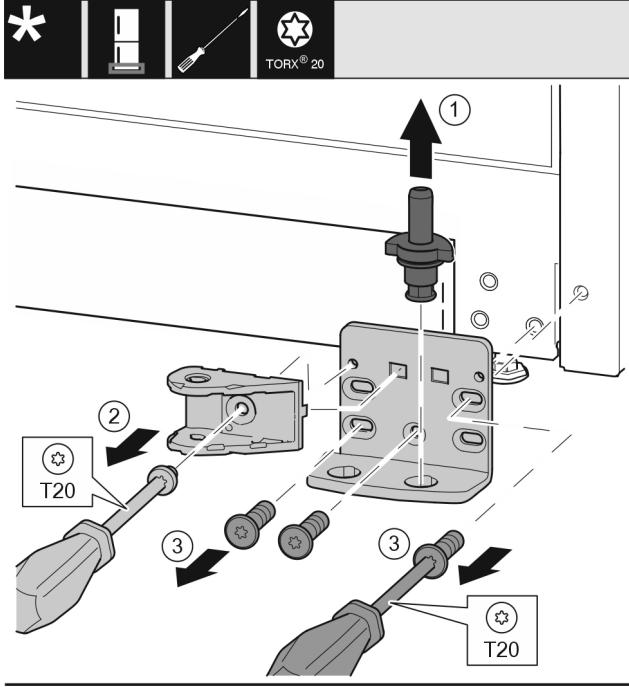

Fig. 34 *
- ▶ 将轴承螺栓完全向上拉出。Fig. 34 (1)*
- ▶ 用 T20 螺丝刀将螺钉旋出并取下关门阻尼器连接装置。Fig. 34 (2)*
- ▶ 用 T20 螺丝刀将螺钉旋出并取下托架。Fig. 34 (3)*